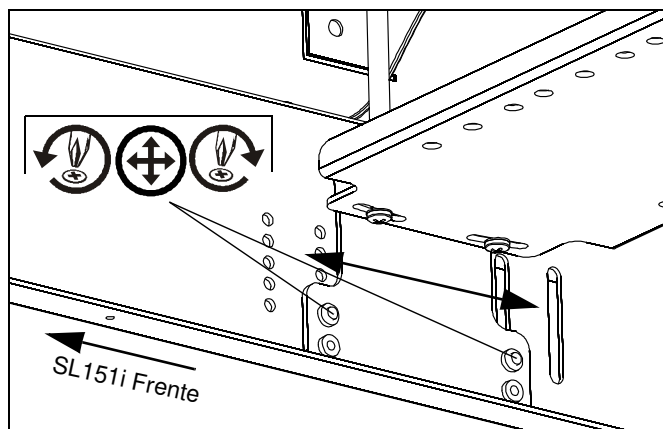

Figura 11
- Coloque y ajuste los tornillos. (Consulte la Figura 11).